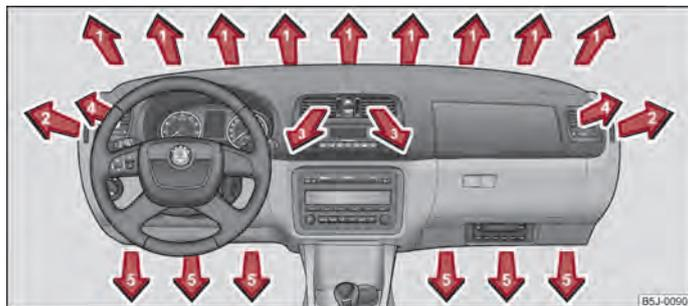

Fig. 73 Eyectores de salida de aire
- Difusores de aire 4 ⇒ fig. 73.
- Recomendamos dejar los difusores de salida de aire en posición abierta 3 ⇒ fig. 73.